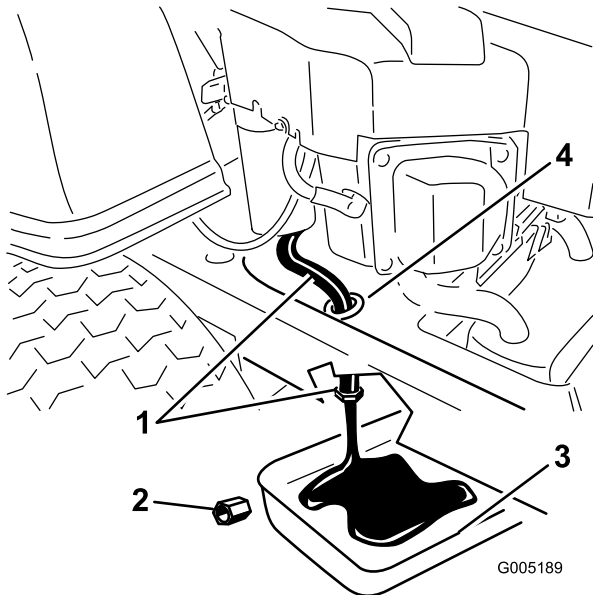

Bild 27
- Finden Sie den Ölablassschlauch links am Motor. Die Ablassschraube ist am Ablassschlauch befestigt, der durch ein Ablassloch im Maschinenrahmen verlegt ist (Bild 27). Reinigen Sie den Bereich um die Ölablassschraube und den -schlauch.
- Stellen Sie direkt unter den Ölablassschlauch eine Wanne unter die Maschine, wie in Bild 27 dargestellt.
- Nehmen Sie die Ölablassschraube mit zwei Schraubenschlüsseln ab (halten Sie mit einem den Ölablassschlauch und lösen Sie mit dem anderen die Schraube) (Bild 27).
- Wenn das Öl vollständig abgelaufen ist, setzen Sie die Ölablassschraube wieder ein. Ziehen Sie die Schraube mit 14 Nm an. Wischen Sie überflüssiges Öl ab (Bild 27).